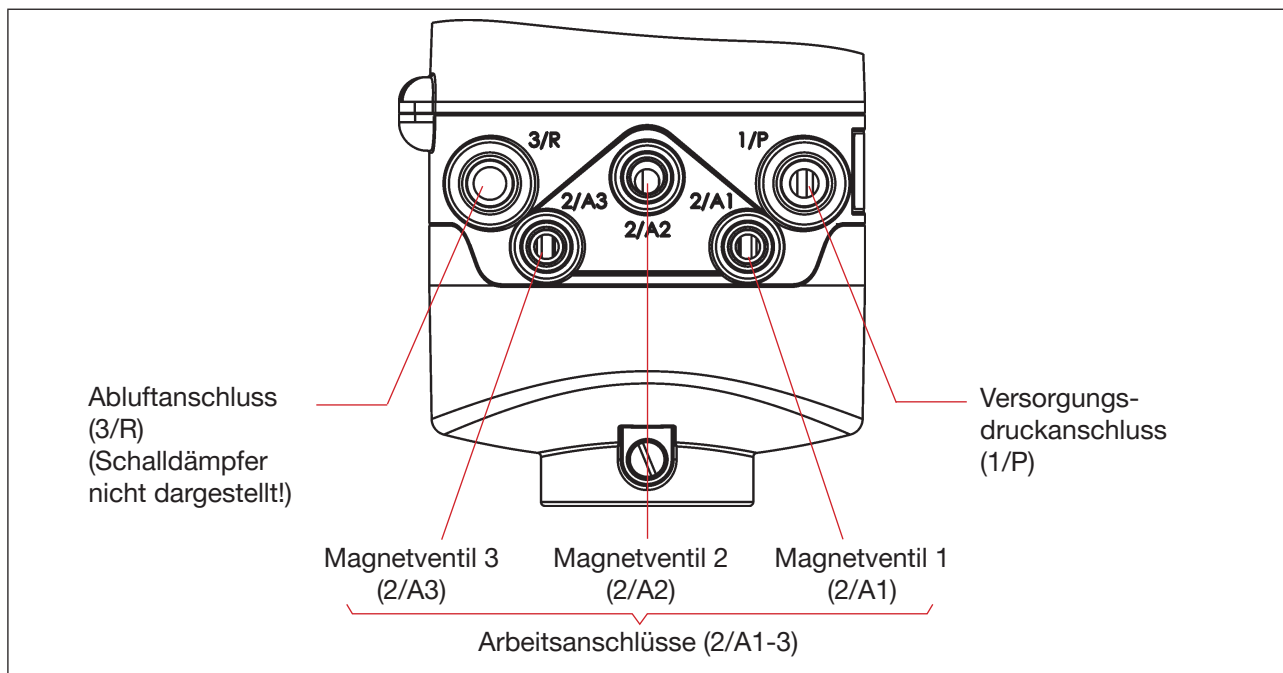

Bild 12: Pneumatischer Anschluss
- Die benötigten **Arbeitsanschlüsse 2/A1 bis 2/A3** (je nach Anzahl der Magnetventile im Steuerkopf) mit den zugehörigen Anschlüssen des Prozessventils verbinden - vgl. „Bild 12“.